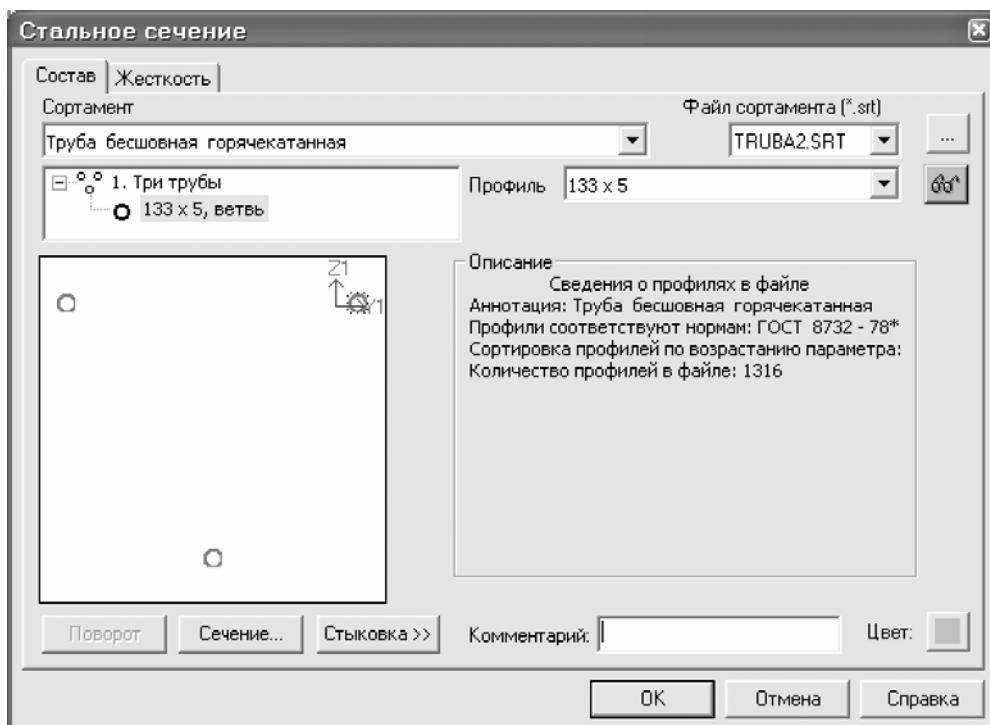

Рис.8.10. Диалоговое окно Стальное сечение
- В диалоговом окне **Стальное сечение** выделите курсором строку **ветвь** и задайте параметры сечения **Три трубы** (рис.8.10):